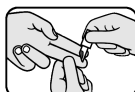

Fig. 2
- b) Sortir la microcuvette de son emballage. Tenir la microcuvette avec deux doigts au niveau de son extrémité arrière et amener l'extrémité de remplissage au contact de l'échantillon de sang capillaire, voir figure 2. Le sang doit être mélangé avant de procéder à la mesure, notamment lors de l'utilisation de seringues ou de tubes spéciaux. En utilisant un instrument de transfert, placer une goutte de sang sur une surface hydrophobe, voir figure 3. Éviter toujours de souiller l'œil optique.